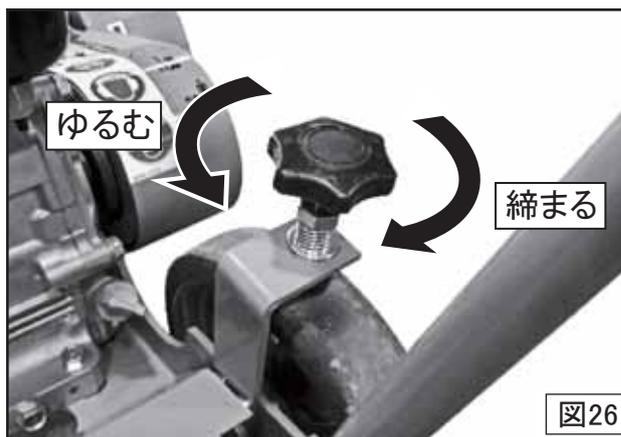

図26
- 4 停止中は安全のために駐車ブレーキを使用してください。(図26)